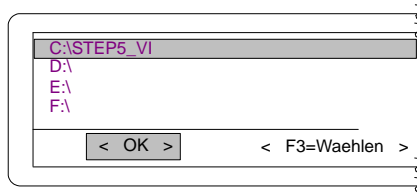

Bild 3-10 Beispiel einer Box mit Verzeichniseintrag
Die Box mit der Verzeichnisanzeige erscheint (Bild 3-10). Übernommen wurde die zuvor im Feld (1) (Bild 3-11) angezeigte Verzeichniseinstellung.